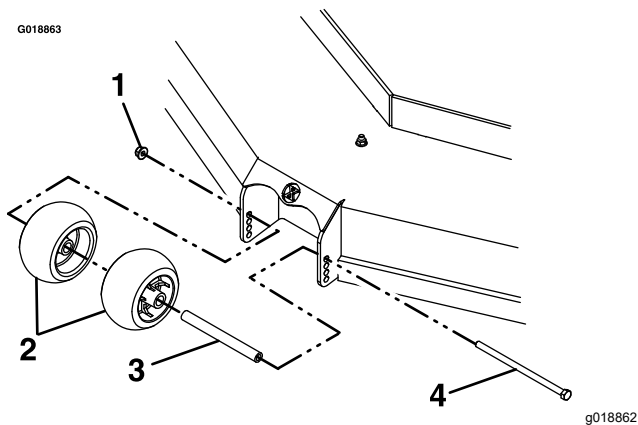

Figura 30
4. Después de ajustar la altura de corte, ajuste los rodillos protectores del césped retirando las fijaciones de montaje (Figura 30).
6. Apriete la contratuerca ( $\frac{3}{8}$ " ) a 41-47 N·m (30-35 pies-libra), como se muestra en la Figura 30.